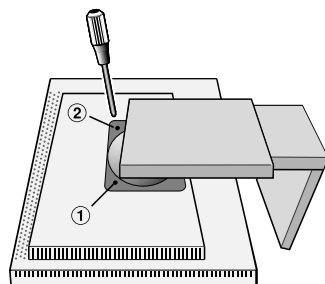
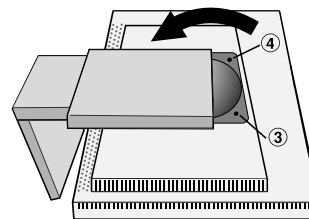

Figura S.2
Figura S.3
4. Retire los dos tornillos de la parte superior que unen el monitor al soporte (**figura S.2**). Gire el soporte 180° en sentido inverso a las agujas del reloj (hasta que oiga dos clics). Retire los tornillos de la parte inferior (**figura S.3**) y extraiga el soporte. El monitor ya está preparado.